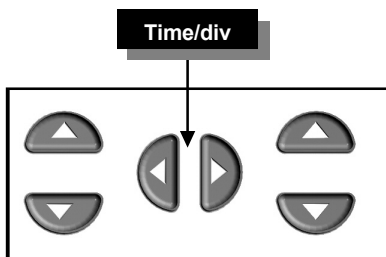

Fig 47
- Premere i tasti freccia ◀ o ▶ per cambiare la base-tempi (time/div). (Fig 47).
2. Cambiare la base dei tempi (fig. 47):
- Wijzig de tijdbasis (time/div) met de ◀ of ▶ cursortoetsen (Fig 47).
2. Wijzigen van de tijdsbasis (fig. 47) :
- Ajustez la base de temps (time/div) avec les touches du curseur ◀ ou ▶(Fig 47).
2. Réglage de la base de temps (fig. 47) :
- Drücken Sie auf ◀ oder ▶ um die Zeitbasis zu ändern (Zeit/Div). (Abb. 47).
2. Ändern der Zeitbasis (fig. 47) :